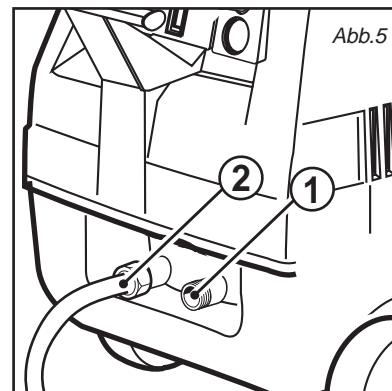

Abb.5
Den Einlaufschlauch der Maschine (Abb. 5, pos. 1) und an die Wasserleitung (max. Druck 200 bar) verbinden. Falls keine Netzwasserversorgung verfügbar ist, ist es möglich, Wasser aus irgendwelcher Quelle mit positivem oder keinem Druck zu erhalten.